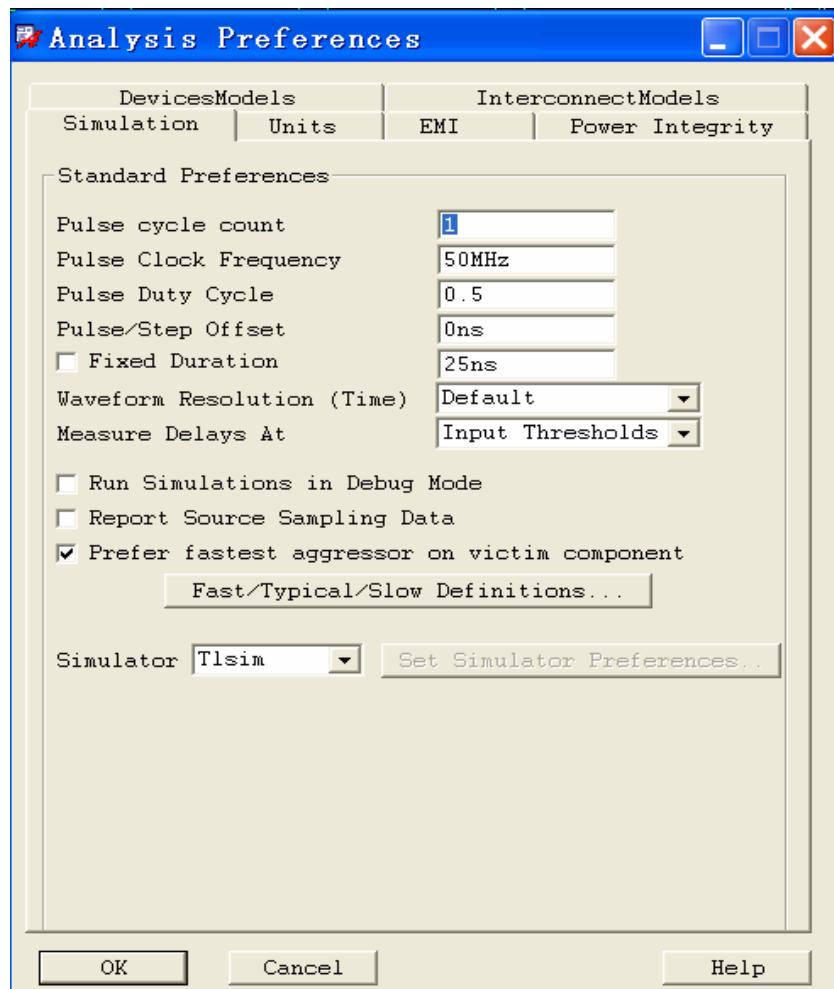

图 2-30 Analysis Preferences 窗口的 Simulation 标签栏
3) 选择 **Simulation Tab**, 如图 2-30 所示: